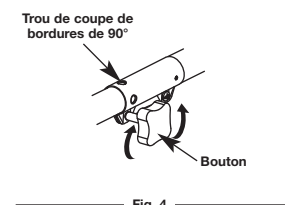

Fig. 4
1. Dévissez le bouton vers la gauche (Fig. 4).
2. Dévissez le bouton vers la gauche (Fig. 4).
4. Serrez le bouton en le tournant à droite (Fig. 4).